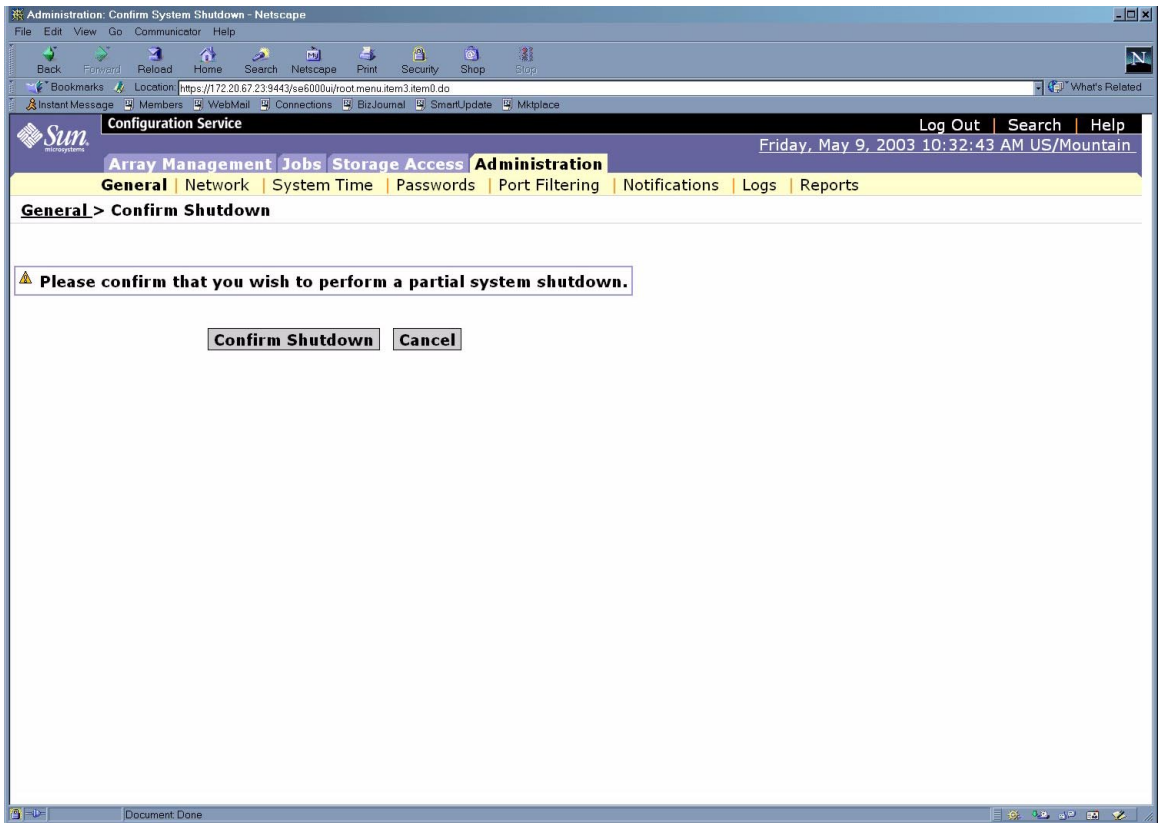

図 B-10 「部分停止の確認」ページ
7. 図 B-10 に示すような「部分停止の確認」ページが表示されます。部分停止してもよいことを確認します。